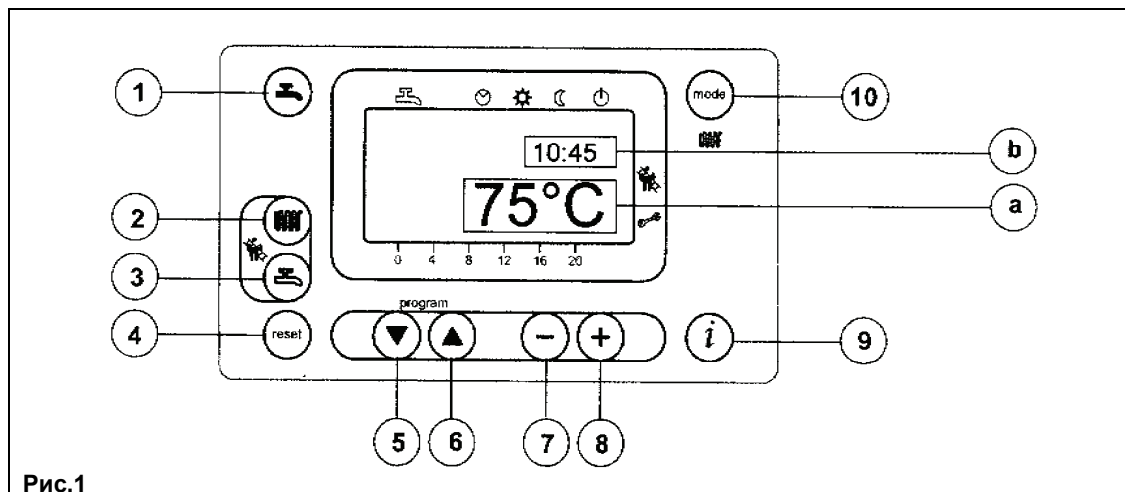

Рис.1
- Для установки значения температуры воды системы отопления нажмите кнопку (поз. 2, Рис. 1);
- нажмите одну из кнопок (поз. 1 или 10 Рис. 1) для запоминания значения и возврата в основное меню.
Прим. При подсоединенном датчике уличной температуры с помощью кнопки (поз. 2, Рис. 1) можно осуществлять смещение по климатическим кривым. Для увеличения или уменьшения комнатной температуры в отапливаемом помещении действуйте кнопками .
- Для установки максимального значения температуры воды системы ГВС нажмите кнопку (поз. 3, Рис. 1);
На основном дисплее (Рис. 1 а) одновременно с кодом неисправности высвечивается символ  (Рис. 4).
На дополнительном дисплее (Рис. 1 б) индикация неисправности происходит при помощи попеременно сменяющих друг друга кода неисправности и значения времени. В данном случае перезапуск котла возможен только после устранения причины неисправности.